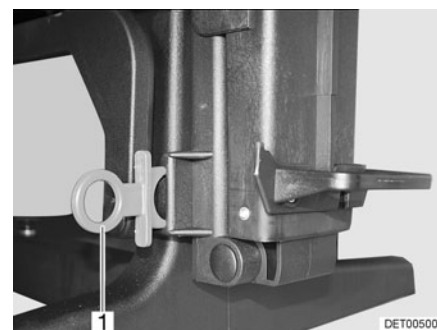

Fig. 63 Plaque de sécurité table pivotante à monture en plastique
- Insérer la plaque de sécurité (Fig. 63,1). Le mécanisme de pivotement est verrouillé.